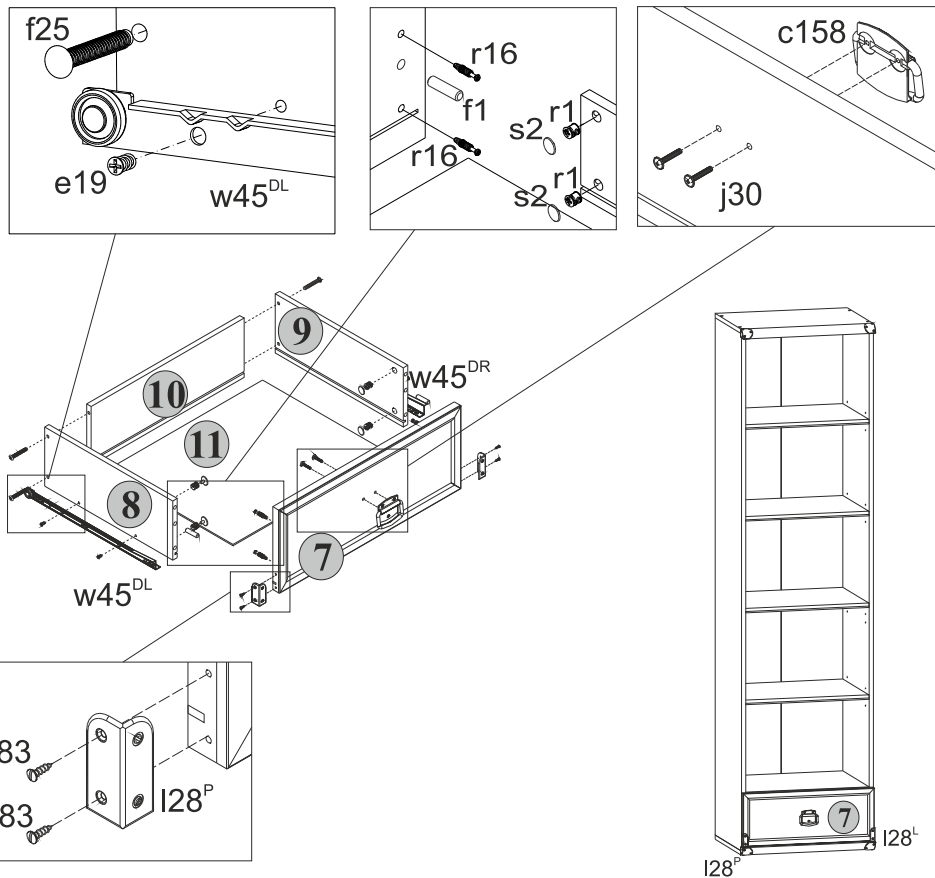

Рис. 3
5.13 В отверстия диаметром **8 мм** на передних кромках стенок боковых **8** и **9** корпуса выдвижного ящика вбить деревянные шканты **f1** (**см.рис.3**).
5.14 В отверстия диаметром **15 мм** на внутренних поверхностях стенок боковых **8** и **9** корпуса выдвижного ящика вставить стяжки эксцентриковые **r1** (**см.рис.3**).
5.15 В отверстия диаметром **5 мм** на внутренней поверхности панели передней **7** ящика выдвижного с помощью крестообразной отвертки вкрутить винты стяжки **r16** (**см.рис.3**).
5.17 Соединить панель переднюю **7** с корпусом ящика выдвижного и затянуть стяжки эксцентриковые заглушками **s2** (**см.рис.3**).